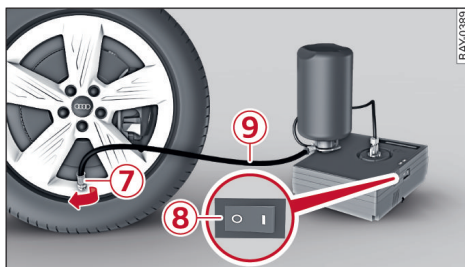

图 129 轮胎修理包接口
- ▶ 将插头 ③ 和压力软管 ④ 从外壳下边取下。
- ▶ 将压力软管 ④ 的一端顺时针方向向电动气泵的接口 ⑤ 中旋入到底¹⁾。把另一端拧到密封胶罐 ① 的法兰 ⑥ 上。
- ▶ 把密封胶罐凸缘向下插入电动气泵的开槽 ②。
- ▶ 把充气软管 ⑨ 拧到气门 ⑦ ⇒ 图 129 上。
- ▶ 将电动充气泵上的开关 ⑧ ⇒ 图 129 置于位置 I。